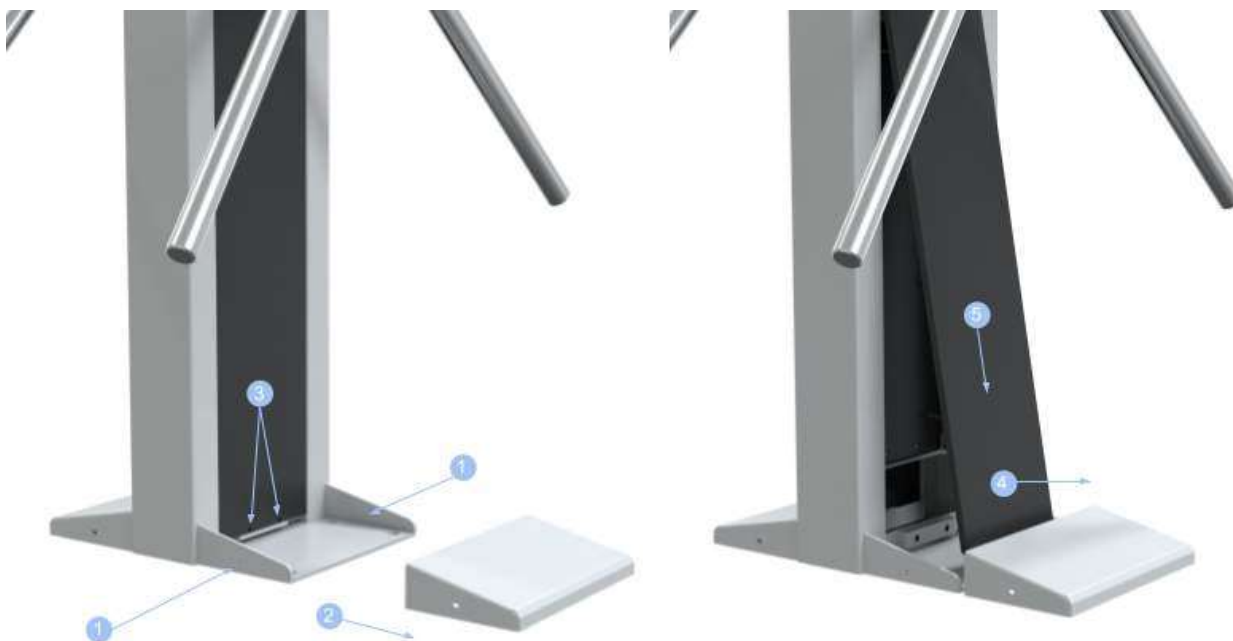

Рисунок 7.4.2 - Разборка кожухов турникета «STR-04»
1. Получить доступ к монтажному основанию и контроллеру управления турникетом, для этого необходимо выполнить следующие действия (см. рисунок 7.4.2):